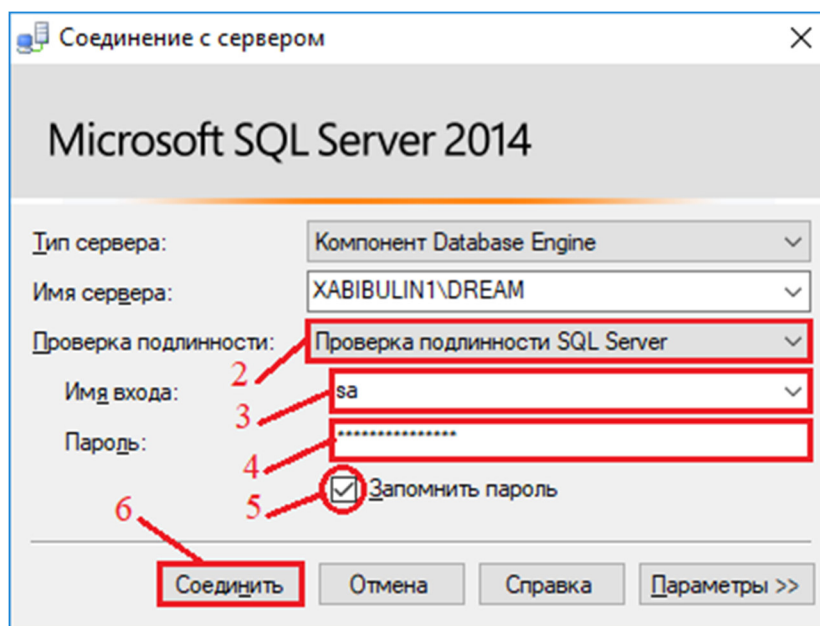

Рисунок 3.1.3
- в окне «Соединение с сервером» (см. Рисунок 3.1.3) ввести данные аутентификации и нажать кнопку «Соединить». Данные аутентификации по умолчанию: